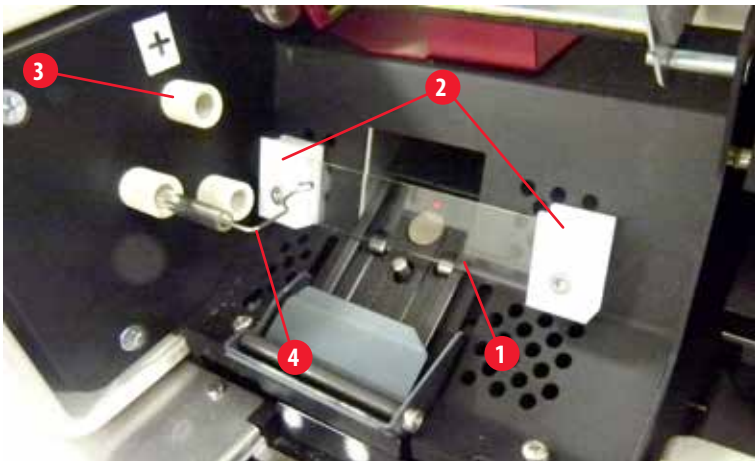

图 17
5. 确保接触弹簧(→"图 16-2")/(→"图 17-4")已从灯泡的点火线(→"图 18-1")上拆下(另请参见(→"图 17"))。